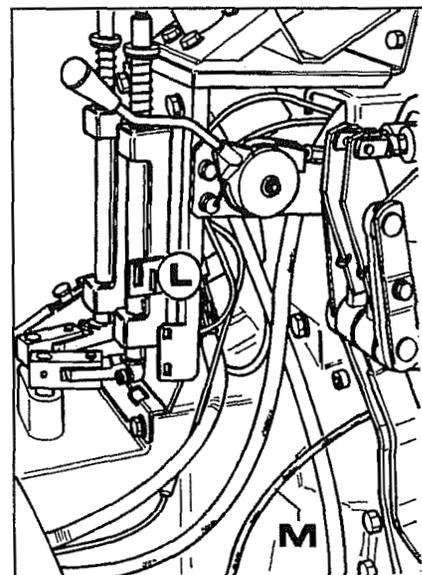

Fig. 10
6. Enlever le support **L** fig. 10 des commandes de la boîte de vitesses et débrancher le câble **M** de commande de la pédale de l'accélérateur, en opérant sous la plate-forme.